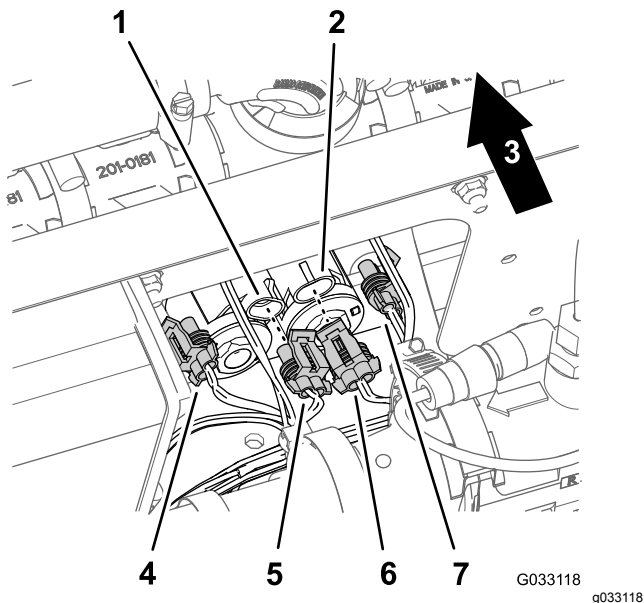

図 177
3. 昇降シリンダのマニホルドのソレノイドの2ピンコネクタから、ソニックブーム仕上げキットのワイヤハーネスの2ソケットコネクタを外す 図 177。